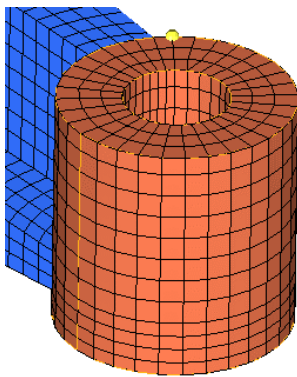

图 5-41 创建圆柱体六面体网格
(9) 在 elems to drag: 栏选择 elems>by collector>boss 组件。
(10) 单击 destination geom: surf, 选择 boss 上表面。
(11) 单击 mesh 按钮，此时模型已全部划分网格，如图 5-41 所示。
(12) 单击 return 按钮返回主面板 (main menu)。